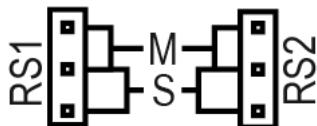

Рисунок 6.8 – Положення перемичок підтягувальних резисторів
За допомогою встановлення перемичок (під бічною кришкою біля клем інтерфейсу RS-485) можна підімкнути (M) або відімкнути (S) підтягувальні резистори ліній зв'язку А і В (див. рисунок 6.8). Підтягувальні резистори встановлюються для задавання визначеного стану ліній зв'язку, коли у мережі RS-485 немає передачі. Резистори встановлюються в одному місці мережі RS-485, — як правило, біля Майстра мережі.